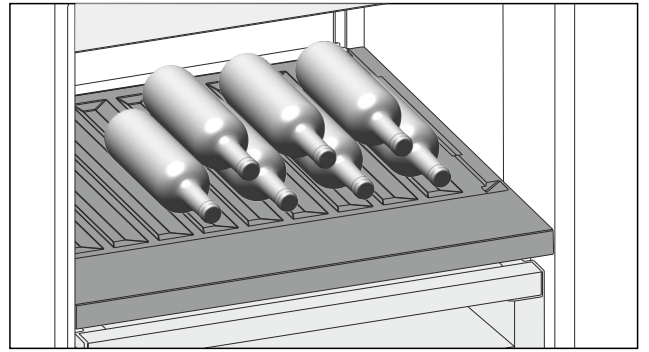

Fig. 117
- ▶ 将瓶底向后对着后壁放入瓶子。(参见 Fig. 117)